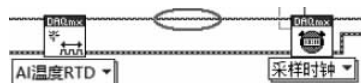

图 3-15 标识位置
② 本实例进行温度测量时需要用到 3 个贴片式 RTD 温度传感器,因此在图 3-15 中标出的位置处插入两个“AI 温度 RTD”函数;如图 3-16(a)所示,选中图中的连接线然后右击,在弹出的快捷菜单中选择“插入”→“DAQmx-数据采集选板”→“DAQmx 创建虚拟通道”图标,然后单击 **AI电压** “多态 VI 选择器”下拉列表框,选择“模拟输入”→“温度”中的 RTD 选项,如图 3-16(b)所示。最终结果如图 3-16(c)所示。